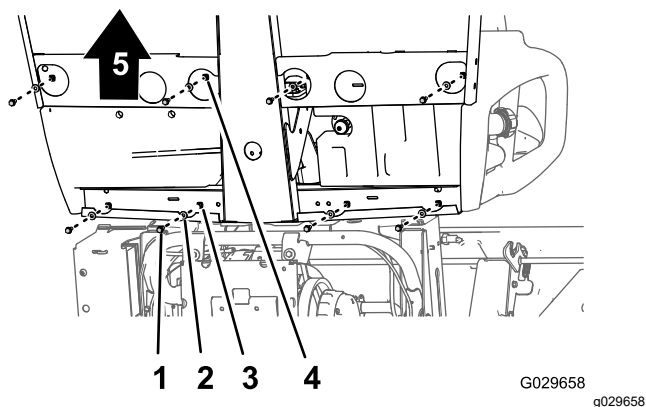
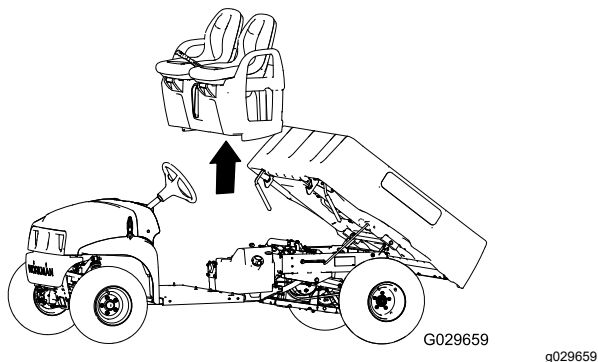

Figura 44
Figura 45
1. Sulla parte inferiore della macchina, rimuovete gli 8 bulloni a testa flangiata e le 8 rondelle che fissano la base del sedile al pianale e al canale posteriore della cabina (Figura 44).
2. Sollevate con cautela i sedili, la base dei sedili e i cavi del freno di stazionamento dalla macchina (Figura 44).
1. Sollevare i sedili e la relativa base sulla macchina e allineare i cavi del freno al telaio (Figura 44 e Figura 45).
2. Allineare i fori nella base del sedile con i fori nel pianale e nel canale posteriore della cabina (Figura 44 e Figura 45).